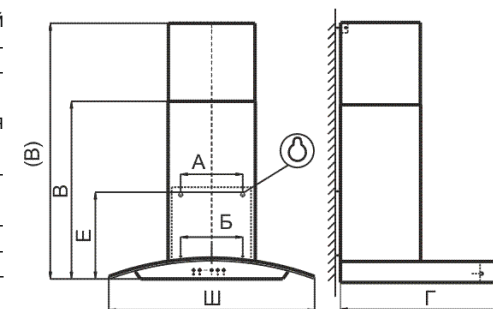

рис. 3
6.1 Установка кухонной вытяжки (рис.3):